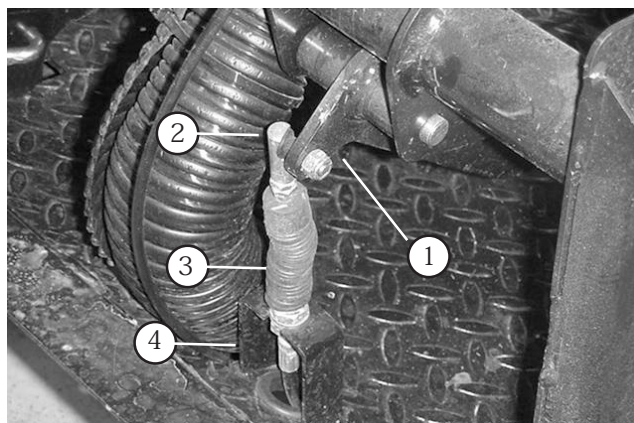

図 64
1. クラッチ・ケーブルのボール・ジョイントの端部をクラッチ・ペダルのピボットに固定しているナットを外す(図 64)。